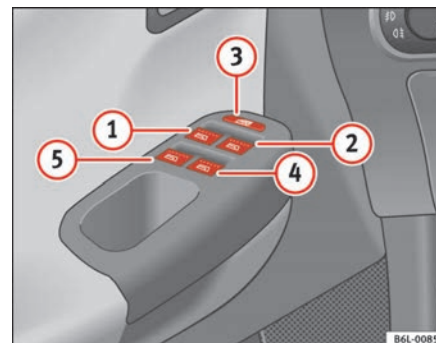

Fig. 52 Detalle de la puerta del conductor: mandos para las ventanillas delanteras y traseras
Las teclas ⇒ **página 91, fig. 52 ① y ②** tienen dos posiciones para la apertura de las ventanillas y otras dos para el cierre. De este modo es más fácil controlar las operaciones de apertura y cierre.